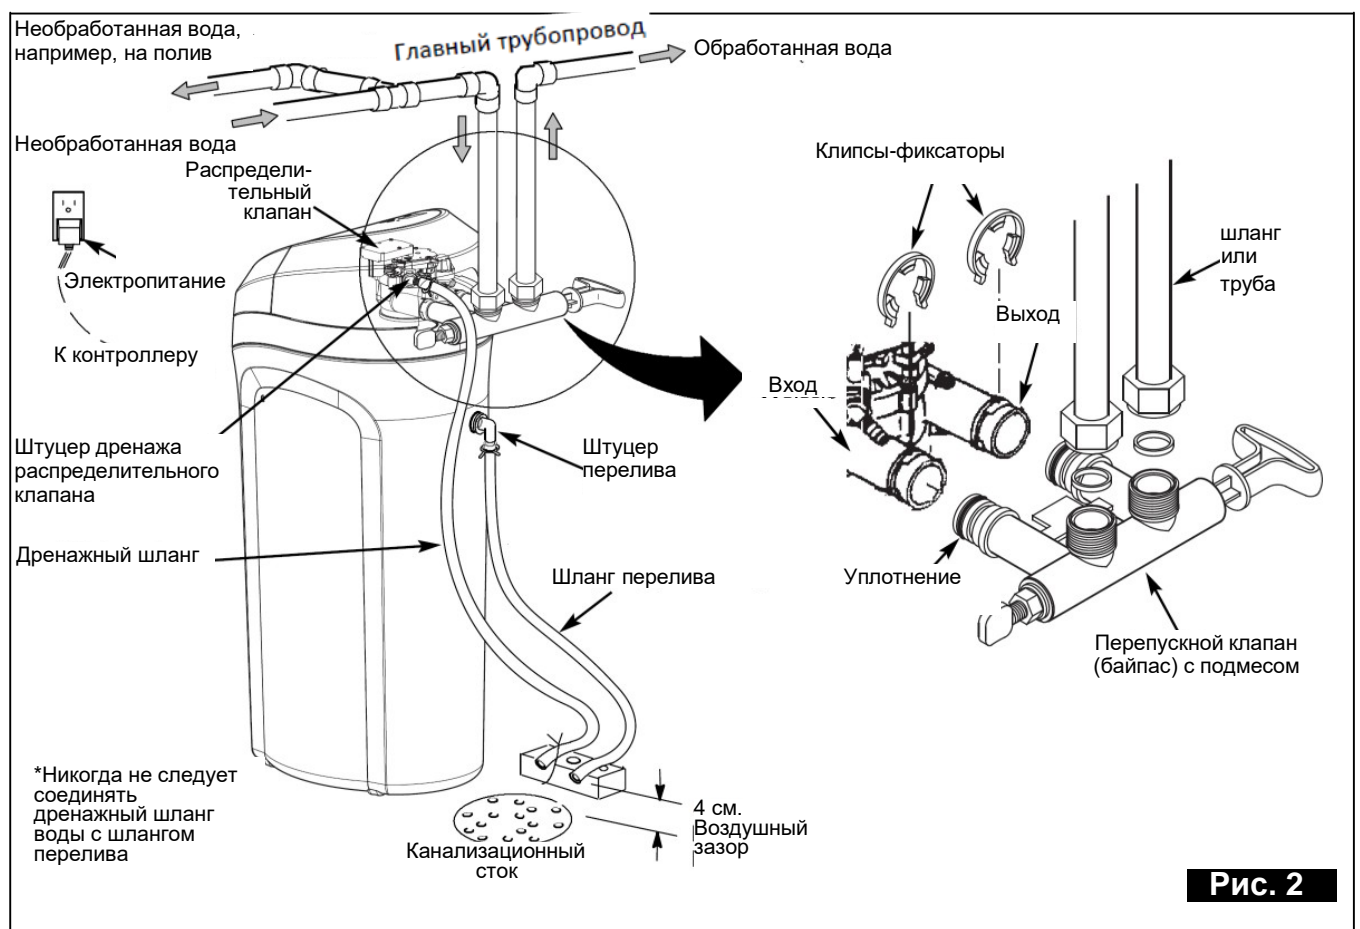

Рис. 2
- С целью подключения к умягчителю системы дренажа управляющего клапана, следует использовать шланг, который может поставляться вместе с устройством, другой толстостенный шланг подходящего диаметра или жесткий трубопровод. Один его конец присоединить к выпускному патрубку дренажа, находящемуся в задней части управляющего клапана, второй – подвести к небольшому канализационному колодцу (см. рис. 2). Между концом шланга и отверстием стока воды должен быть промежуток мин. 4 см. Это предотвратит возможность всасывания нечистот через устройство.
- Резиновую муфту вставить в отверстие рассольного бака (сзади) так, чтобы часть ее находилась внутри, а часть - снаружи бака (рис.2);